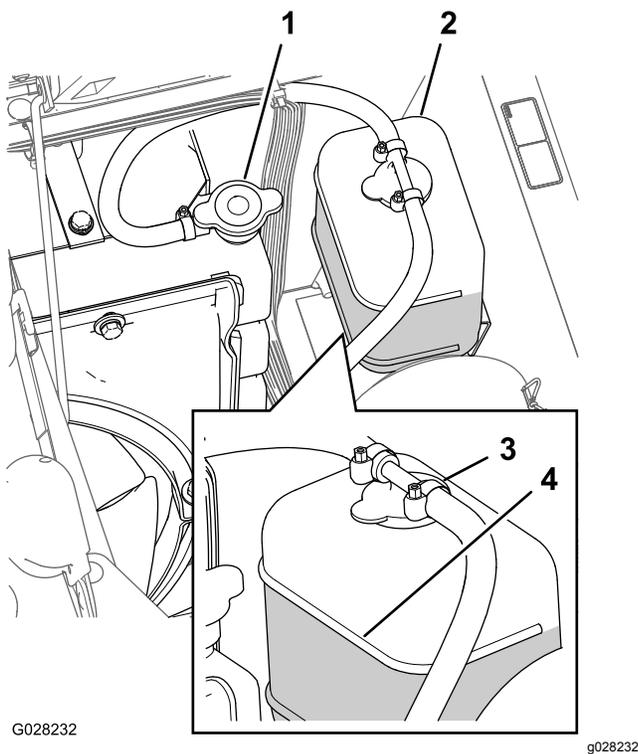

Figure 90
3. Retirez le bouchon du radiateur et le bouchon du vase d'expansion avec précaution (Figure 90).
**Remarque:** Le radiateur doit être rempli jusqu'en haut du goulot de remplissage et le vase d'expansion jusqu'au repère maximum (Figure 90).
- Si le niveau de liquide de refroidissement est trop bas, enlevez le bouchon du vase d'expansion et le bouchon du radiateur. Remplissez le vase d'expansion jusqu'au repère maximum, et le radiateur jusqu'en haut du goulot de remplissage (Figure 90).
- Remettez en place les bouchons du radiateur et du vase d'expansion (Figure 90).
- Attendez que le moteur soit froid, puis retirez le bouchon du radiateur (Figure 90).
- Retirez le bouchon de radiateur (Figure 90).
8. Démarrez le moteur en ayant desserré légèrement le bouchon sur le radiateur (Figure 90).
10. Une fois le liquide de refroidissement chaud, faites l'appoint jusqu'à la surface d'étanchéité du bouchon et serrez ce dernier (Figure 90).
11. Ouvrez le bouchon du vase d'expansion et versez du liquide de refroidissement jusqu'au niveau à froid (Figure 90).